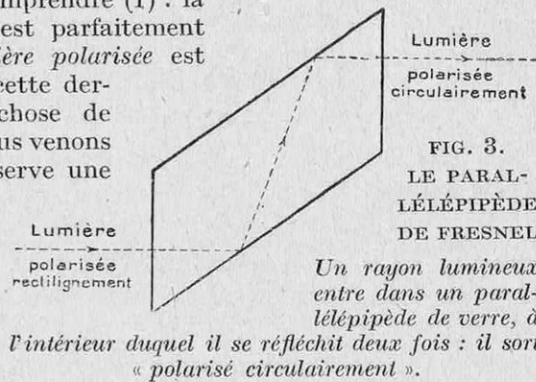

FIG. 3.
La polarisation de la lumière est encore plus délicate à faire comprendre (1) : la lumière « naturelle » est parfaitement désordonnée ; la *lumière polarisée* est plus cohérente. Dans cette dernière, le « quelque chose de périodique », auquel nous venons de faire allusion, conserve une direction fixe dans le plan perpendiculaire au rayon lumineux (*polarisation rectiligne*) ; dans d'autres cas, ce « quelque chose », tout en restant dans ce plan, tourne d'un mouvement uniforme : c'est la *polarisation circulaire*, que Fresnel eut la gloire de découvrir, grâce à un appareil devenu classique et appelé *parallélépipède de Fresnel* (fig. 3).